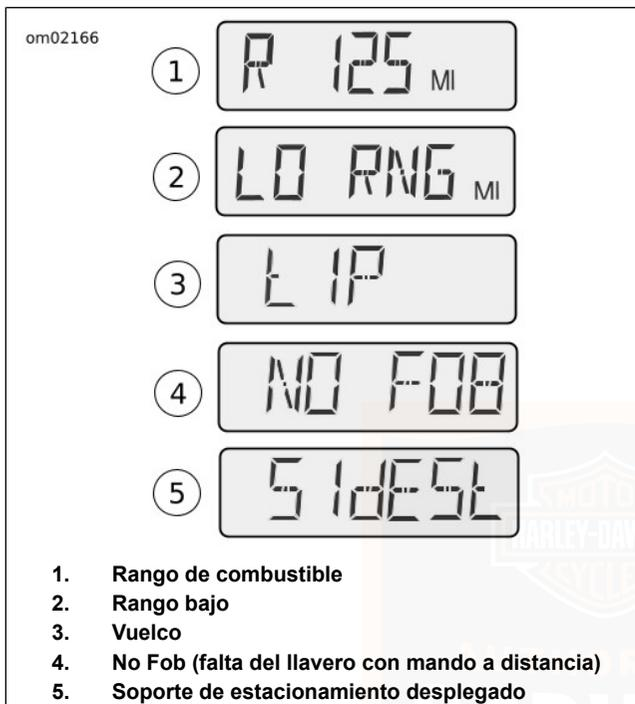

Figura 19. Pantallas de la ventana del odómetro
Vea Figura 19. La pantalla de rango de combustible (1) muestra la distancia aproximada que puede recorrerse con la cantidad de combustible que queda en el tanque de combustible.
Vea Figura 19. Después de que el rango de combustible disminuya a 10 kilómetros o 10 millas restantes, la pantalla
Vea Figura 19. Si la motocicleta vuelca, la palabra «tIP» (vuelco) (3) aparece en la ventana de visualización del odómetro. El motor no puede arrancar hasta que se restablezca.
Vea Figura 19. Si la motocicleta tiene un sistema de seguridad y se conduce sin el llavero con mando a distancia, en la ventana de visualización del odómetro se mostrará temporalmente el mensaje “NO FOB” (sin llavero con mando a distancia) (4).
Vea Figura 19. En los modelos internacionales (HDI), se muestra un mensaje "SidEstAnd" (5) si se engrana una marcha de la motocicleta mientras el soporte de estacionamiento está desplegado. Vea CONTROLES E INDICADORES > ENCLAVAMIENTO DEL SOPORTE DE ESTACIONAMIENTO: MODELOS INTERNACIONALES (Página 74).